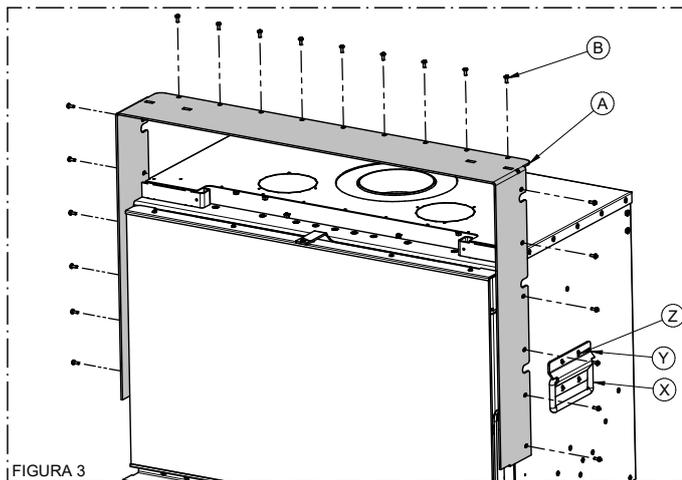

FIGURA 3
- 3) Assemblare la staffa E con le viti B garantendo una distanza fra fine staffa e retro inserto di circa 16 mm, vedi Figura 3.
- 3) Smontare la cornice A svitando le viti B e le maniglie X svitando le viti Z, vedi Figura 3.